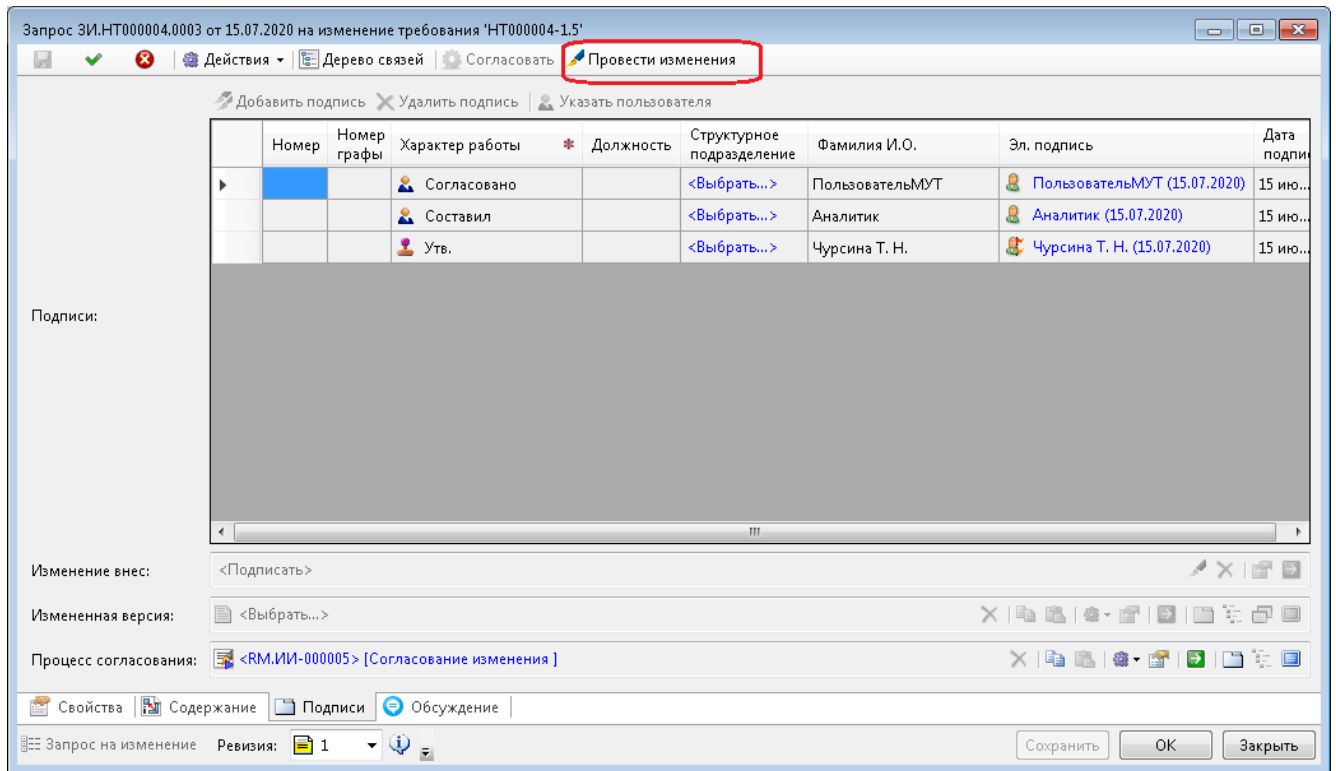

Рисунок 108 — Действие «Провести изменение»
- нажать команду «Провести изменения» (Рисунок 108);